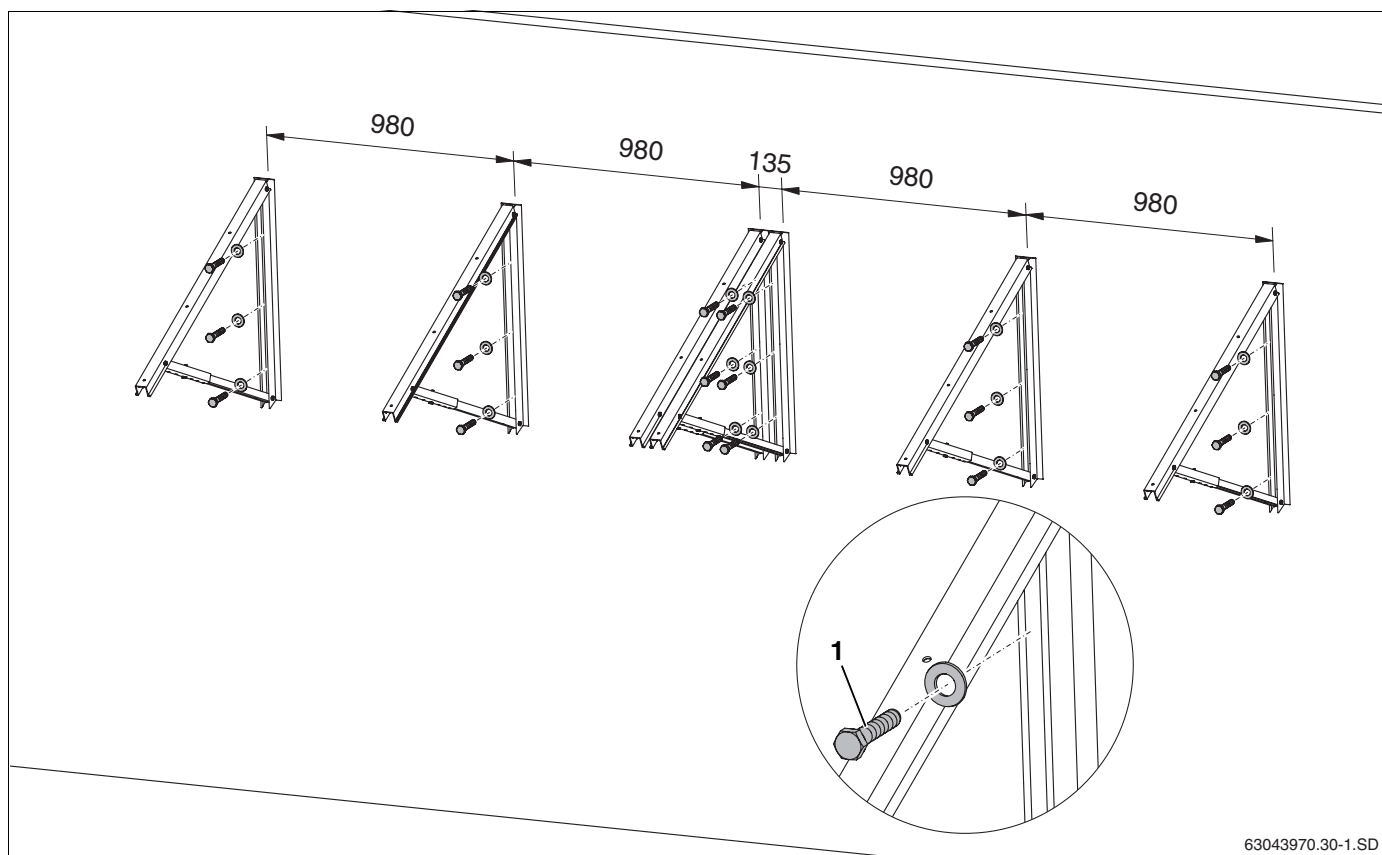

Fig. 30 Fixação dos suportes de colector na fachada para 2 colectores (indicações em mm)
- Fixar cada suporte de colector à fachada com 3 parafusos (ver tab. 9, fig. 30, **item 1**) um ao lado do outro.